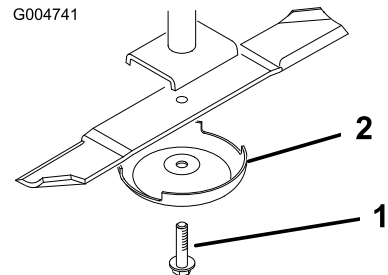

図 99
- ブレードの一端部をウェスで包むか手に頑丈な手袋をはめるかして、ブレードを手で持ち、ブレードボルト、芝削り防止カップ、ブレードをスピンドルシャフトから外す (図 99)。